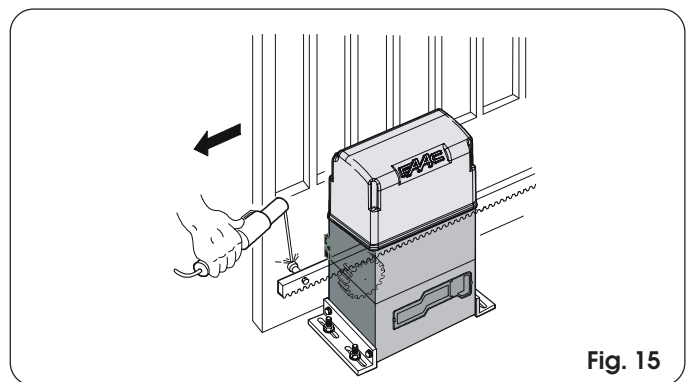

Fig. 15
- 3) Apoye sobre el piñón la primera pieza de cremallera a nivel y suelde el trinquete roscado en la cancela como se indica en la Fig. 15.